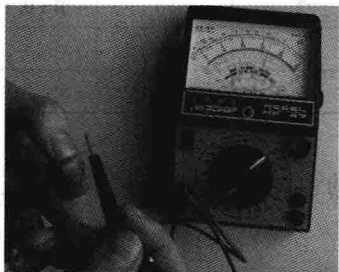

图 1-1-4 电阻器的测量
1) 电阻器、电位器的测量: 通常可用万用表电阻挡进行测量。测量中手指不要触碰被测固定电阻器的两根引出线, 避免人体电阻对测量精度产生影响。测量方法如图 1-1-4 所示。